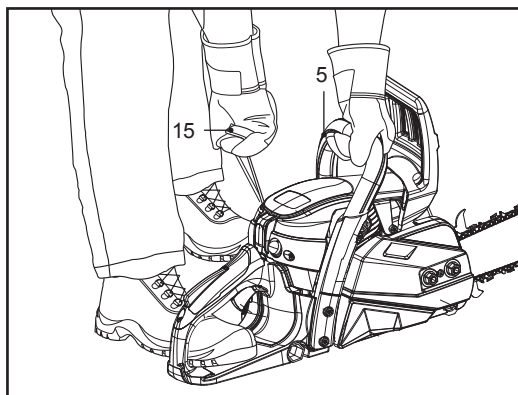

Fig. 21
5. Ține produsul fix pe sol. Pune mâna stângă pe mânerul frontal (5) și asigură suplimentar produsul cu piciorul drept (Fig. 21).